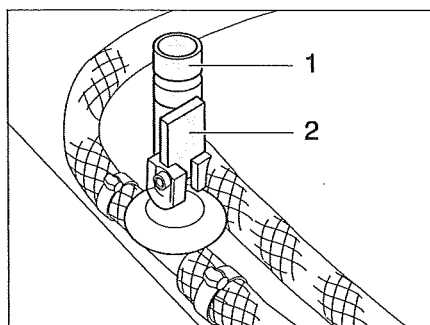

Bild 120 Avtappningskranar för Truma varmvattenberedare
- Stäng alla avtappningskranarna för varmvattenberedaren. Ställ då vipparmen (Bild 120,2) i vågrätt läge och vrid ventillocket (Bild 120,1) medurs.
- Öppna alla avtappningskranarna för varmvattenberedaren. Ställ då vipparmen (Bild 120,2) i vågrätt läge och vrid ventillocket (Bild 120,1) moturs.